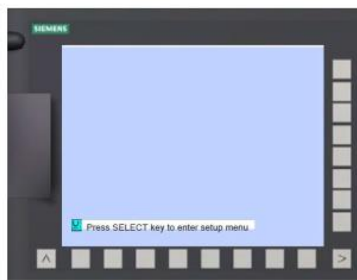
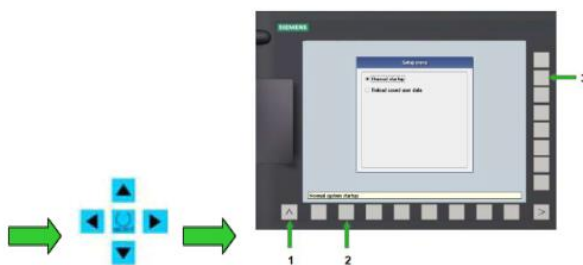

图 1
图 2
- 1) 将  拷贝至 U 盘（FAT32 格式），然后插至数控系统 USB 接口。开机启动，当屏幕中出现以下图 1 所示画面时，按下操作面板键，然后 3 秒内依次按下图 2 所示按键（或依次按下数字键 8-2-8）。